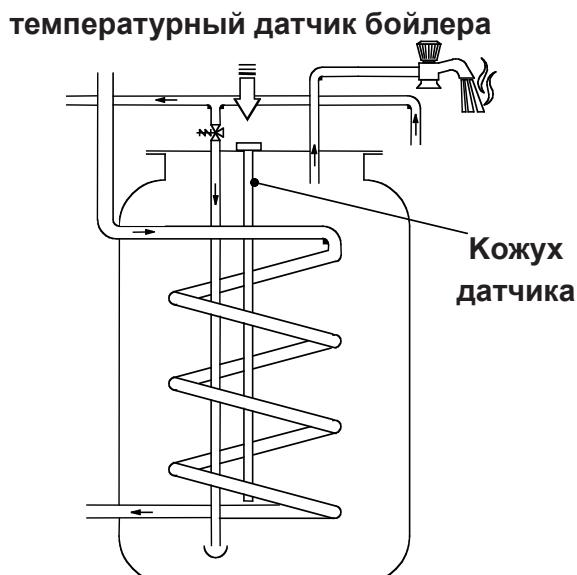

рисунок 5.27
- Вставьте температурный датчик бойлера в кожух датчика. (рисунок 5.27).